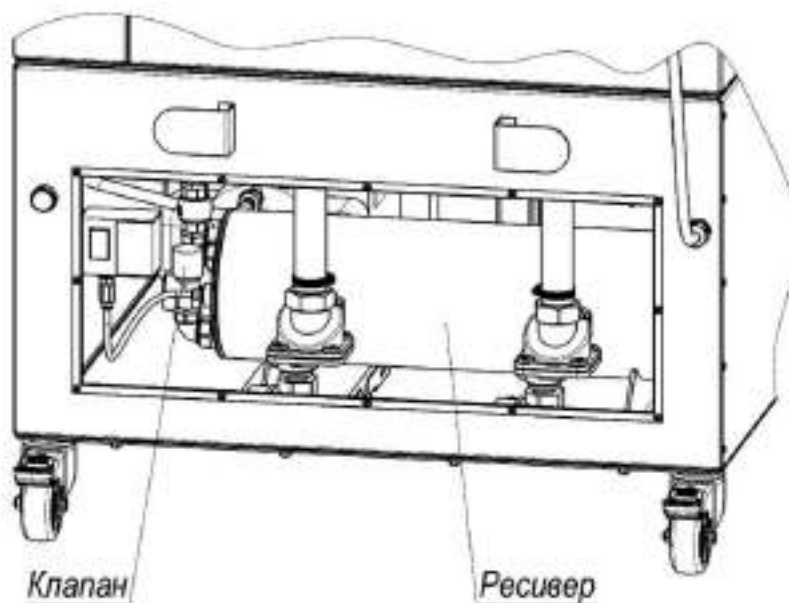

Рисунок 11
- 2) снять заднюю панель (рисунок 11);